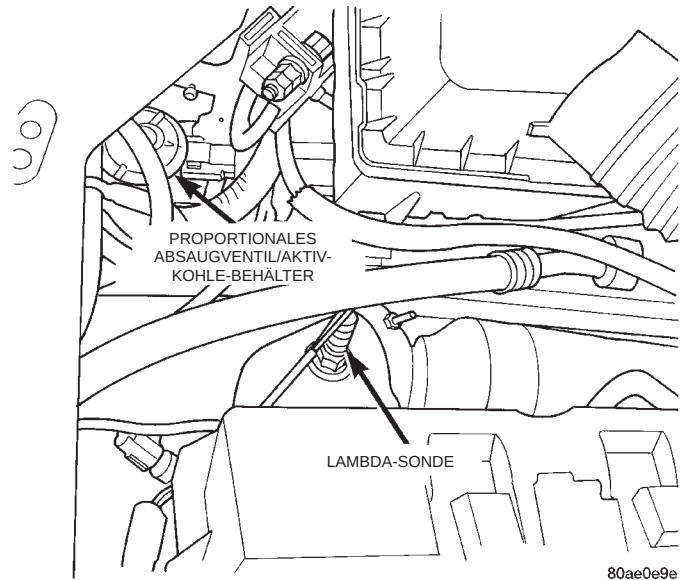

Abb. 59 Aus-/Einbau, beheizte Lambda-Sonde
(1) Den Steckverbinder von der beheizten Lambda-Sonde abziehen.
(2) Eine Stecknuß wie z. B. das Spezialwerkzeug YA8875 (Snap-On-Stecknuß) oder ein gleichwertiges Werkzeug zum Ausbau der Lambda-Sonde verwenden (Abb. 59).